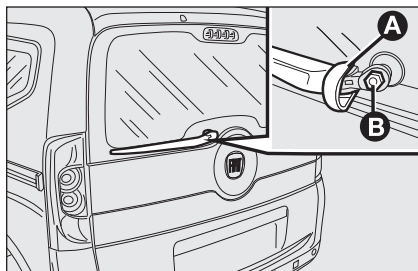

fig. 11
- ☐ kantel het dopje **A-fig. 11** omhoog, draai de moer **B** los, waarmee de wisserarm aan de as is bevestigd, en neem de arm van de as;